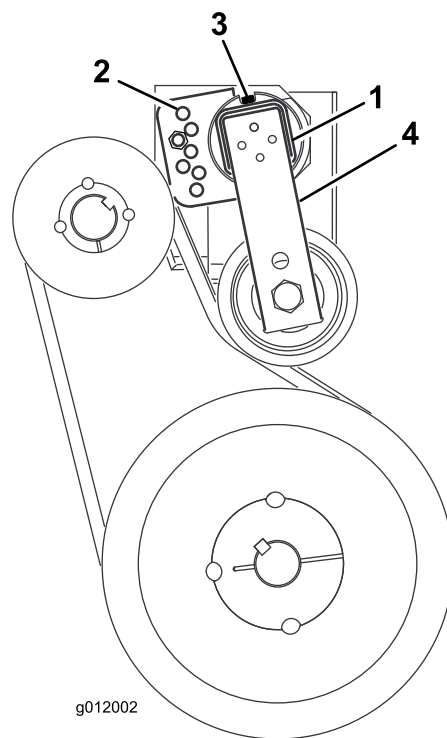

**Figura 14**
1. Retire os parafusos, as anilhas e as porcas que prendem a proteção da correia à caixa do soprador (Figura 14).
2. Retire a proteção da correia (Figura 14).